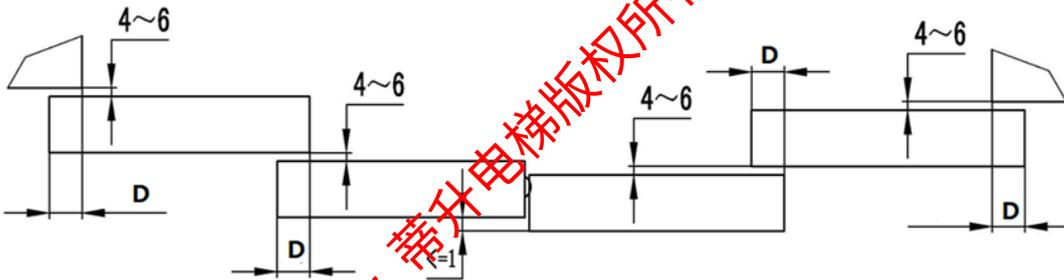

图 3-8 轿门装配俯视图
2. 轿门扇下端与地坎面的间隙为 4-6mm，慢轿门扇与小旁（轿厢前壁）间隙，以及快轿门板与慢轿门板之间的间隙为 4-6mm(两边间隙相差不大于 1mm)；见图 3-8 轿门装配俯视图。
4. 中分门合拢时两门面的共面度不大于 1mm，见图 3-8 轿门装配俯视图。